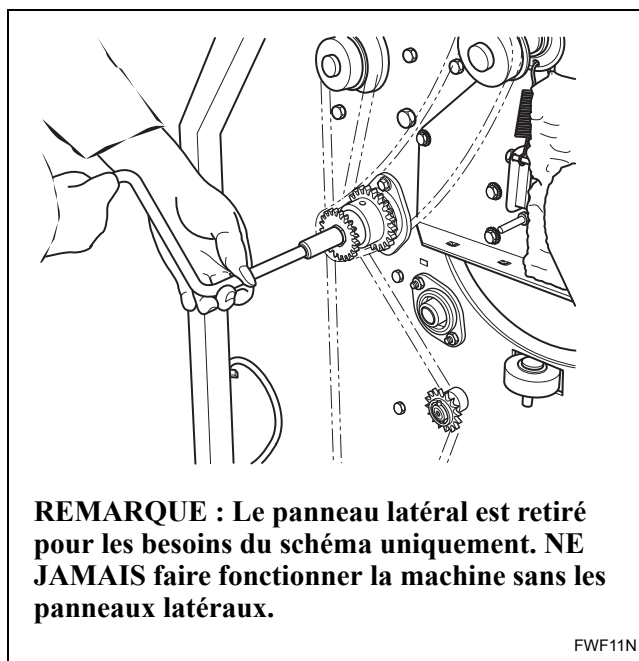

Figure 17
2. Tourner la manivelle dans le sens des aiguilles d'une montre pour faire tourner le cylindre. Se reporter à la *Figure 17*.